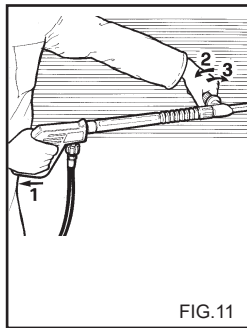
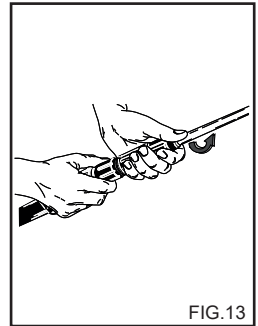

FIG.11
FIG.13
**ANVENDELSE AF DET DOBBELTE SPYD ELLER JUSTERBARE HOVED. (fig. 11)**
2) Fjern forlængerer fra håndtaget og påsæt det dobbelte spulerør eller spulerøret med det roterende hoved (fig. 13), start højtryksrenseren og sugefunktionen til sæbe på spulerøret (fig. 11, 12) og fugt overfladen, som skal renses, nedefra og opefter. Lad det virke i nogle minutter.